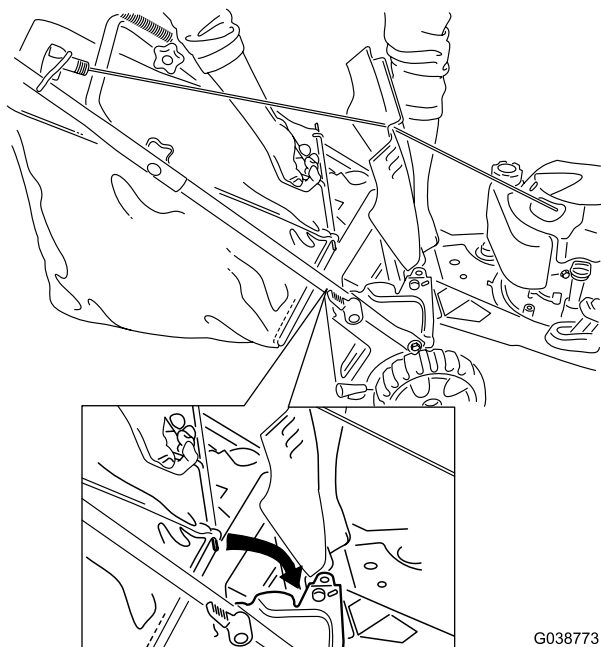

Figura 21
2. Mantenete sollevato il deflettore posteriore, agganciate il cesto di raccolta nelle apposite tacche e abbassate il deflettore posteriore (Figura 21).